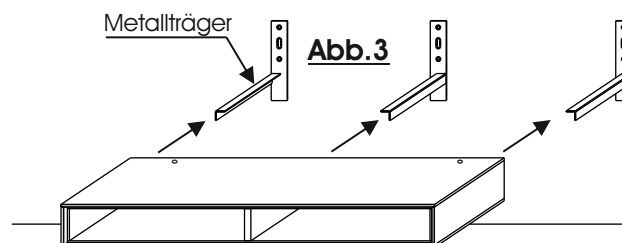

Abb.3
- Nach der „Vor“ Montage der Metallträger schieben Sie das Möbel auf die Träger. (Abb.3)